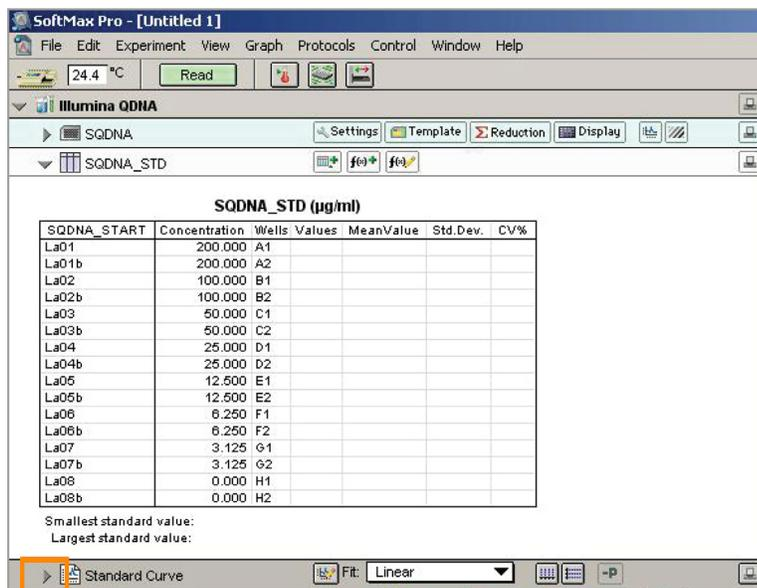

Рис. 23 Просмотр стандартной кривой
1. Нажмите на синюю стрелку рядом со **Standard Curve** (Стандартная кривая) для просмотра графика стандартной кривой (Рис. 23).